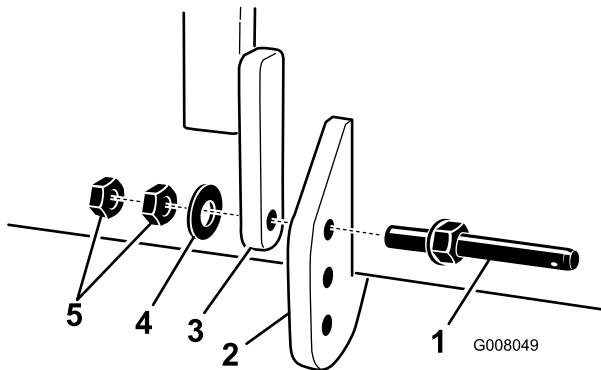

Figura 4
C. Monte un conjunto de pasador de enganche en cada brazo de apoyo y pestaña de montaje del aireador con una arandela y 2 contratuercas (Figura 4).